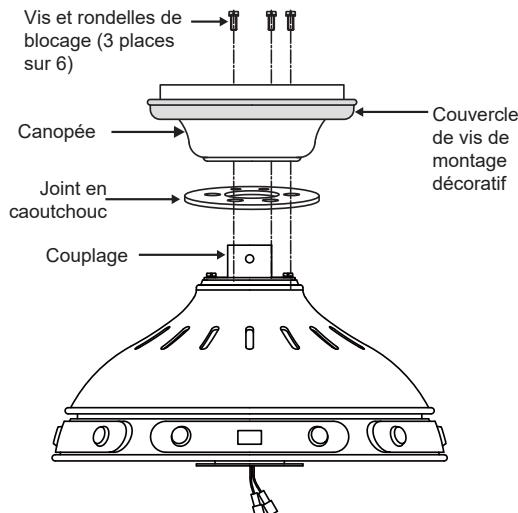

Fig. 9
**Étape 1.** Retirez trois des six vis et rondelles de blocage (toutes les deux) du collier situé au-dessus de l'ensemble moteur. Placez le capot du ventilateur de plafond et le joint en caoutchouc sur le collier et alignez les trous de montage avec ceux du collier. Fixez le baldaquin et le joint en caoutchouc à l'aide des trois vis et rondelles de blocage préalablement retirées. (**Fig. 9**)